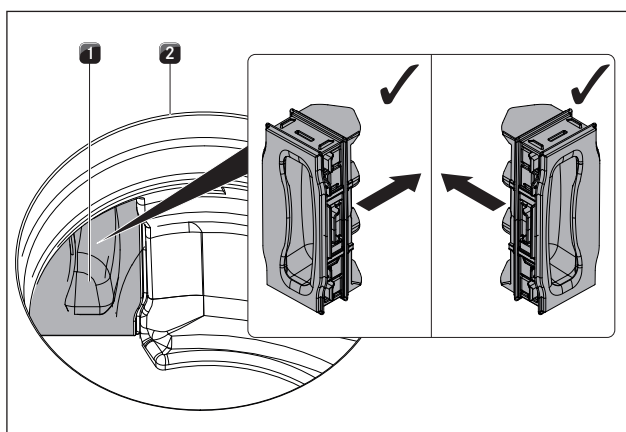

bild 8.11 Sätta i filterbytesklaffen
- ▶ Inne i inströmningsöppningen trycker du filterbytesklaffen in i filterkåpens öppning tills det är stopp (Montera filterbytesklaff se bild 8.11).